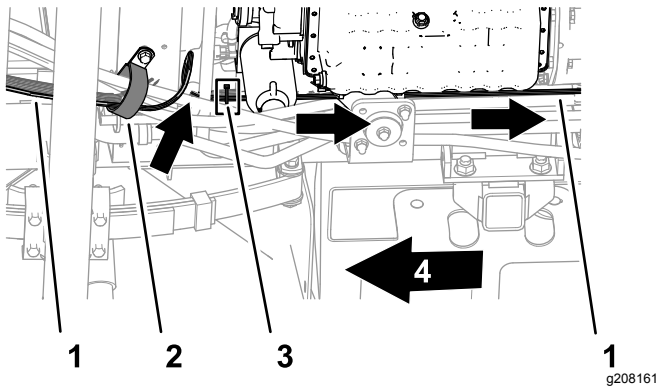

Figure 41
1. Acheminez les branches et la partie principale du faisceau vers le haut et le long faisceau arrière de la machine, puis entre le cadre de la machine et le moteur (Figure 41).
2. Attachez le faisceau de câblage du kit au faisceau arrière de la machine avec un serre-câble, comme montré à la Figure 41.